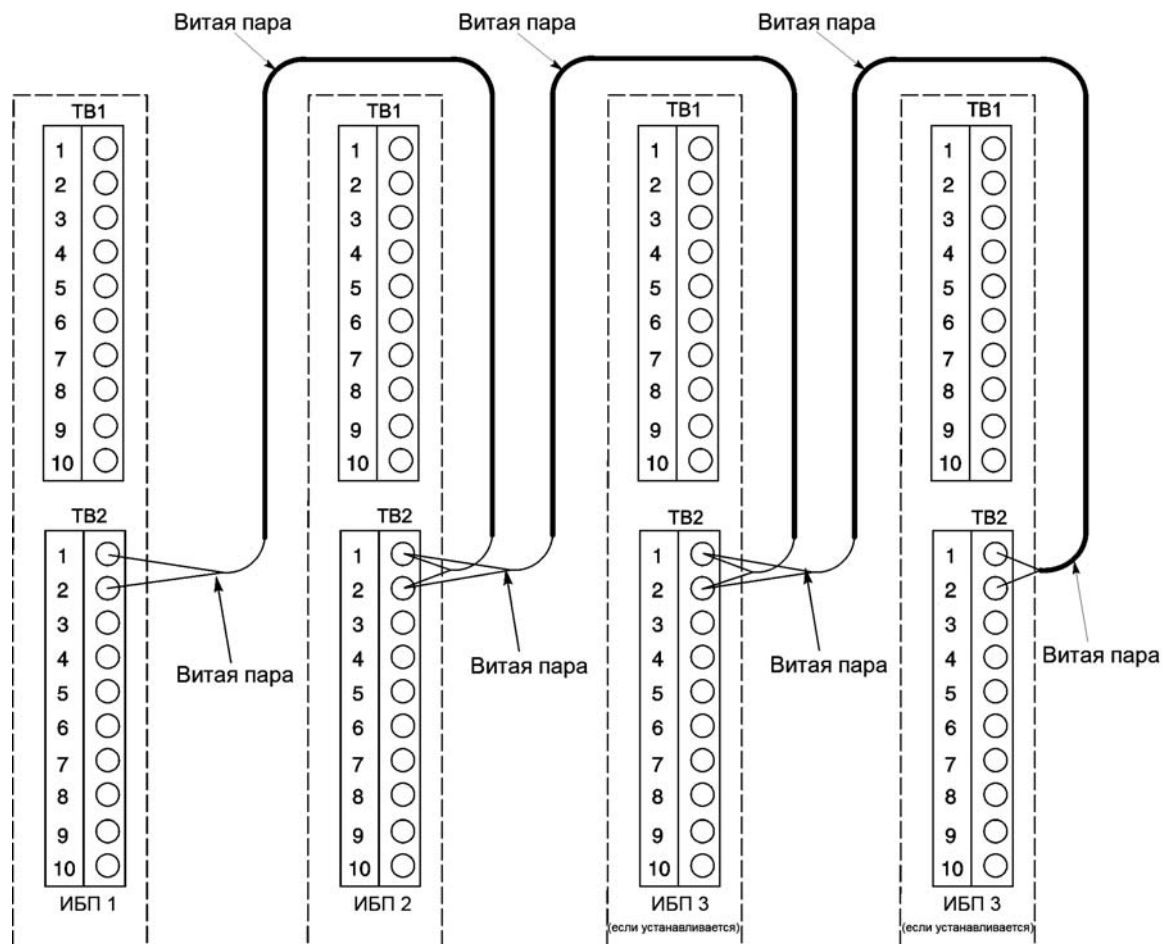

Рис. 5-5. Проводка Pull-Chain систем с распределенным байпасом без MOV
9. Проведите и установите проводку системы с распределенным байпасом между шкафами ИБП. Для получения информации о подключении проводки см. Рис. 5-5 и Табл. 5-3 на стр. 74.